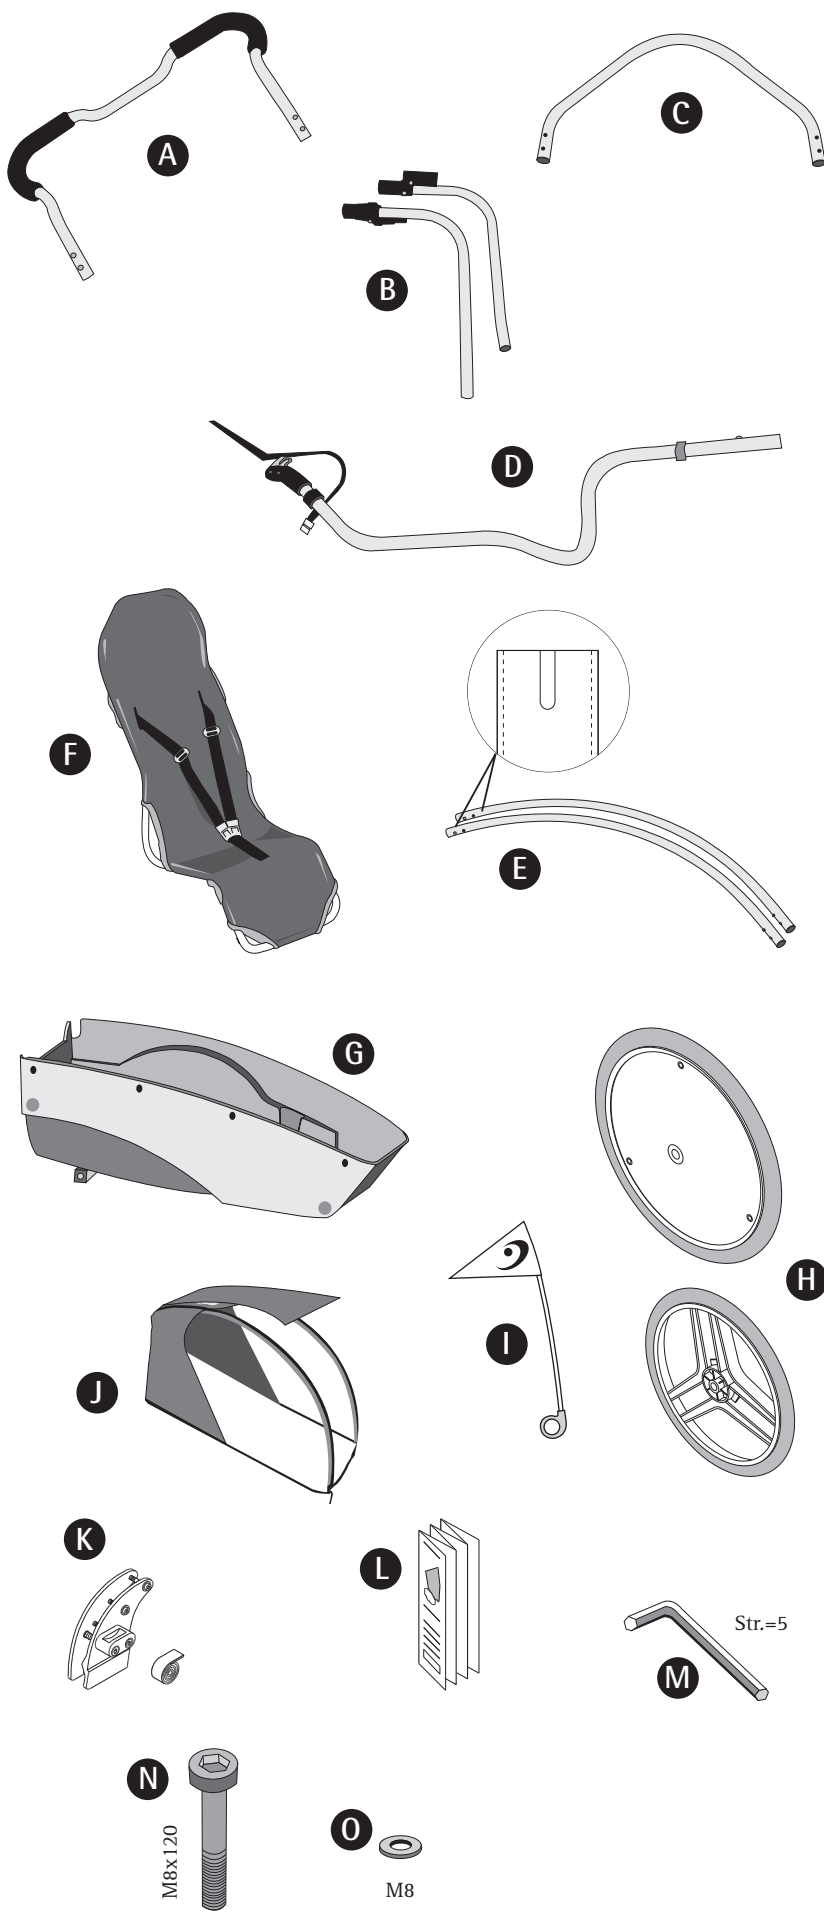

Fig. 1
## Leveringsomfang (fig.1)
- 1 Forbered taget (J) som vist på billedet, og åbn lynlåsene. Før derefter tagbøjlerne (E) ind i løbegangene på indersiden af stoffet. Kærven på tagbøjlerne skal vende opad. (Fig. 1)
- 2 Skyd nu enderne på tagbøjlerne ind i enden på tagsamlingsstykket, der sidder på den formonterede tagstiver (C) og bagstiverne (B). Klik knapperne på.
- 1 Hardtoppen er monteret på chassiset i køreklar tilstand. Snaplåsen på bagenden kan åbnes og lukkes med et lille ryk. De medfølgende hjul (E) er nemme at montere. De monteres med de medfølgende skruer M8x120 (H) med mellemlægsskive (I) og den tilsvarende nøgle (J).
- 2 Nu kan den medfølgende trækstang (C) nemt sættes ind i den formonterede stangholder. Klik knappen hørbart på og luk spændet (fig. 1).